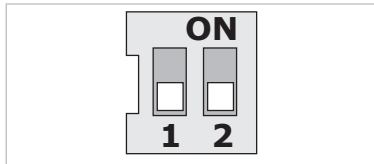

Fig. 22: Interruptor DIP
Os interruptores DIP (fig. 9, pos. 6/fig. 22) encontram-se por baixo da cobertura da caixa.